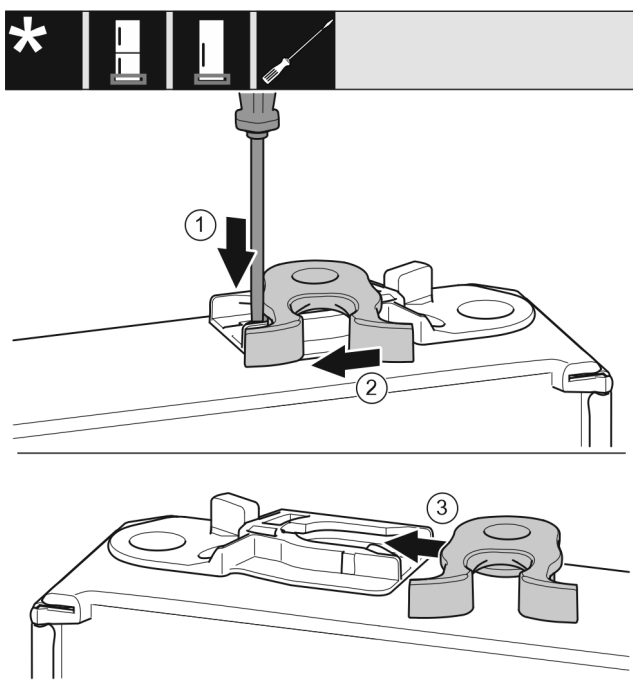

Fig. 21
- Premere la linguetta verso il basso con un cacciavite a testa a intaglio. Fig. 21 (1)
- Estrarre il gancio di chiusura dalla guida. Fig. 21 (2)
- Spingere il gancio di chiusura sull'altro lato nella guida. Fig. 21 (3)